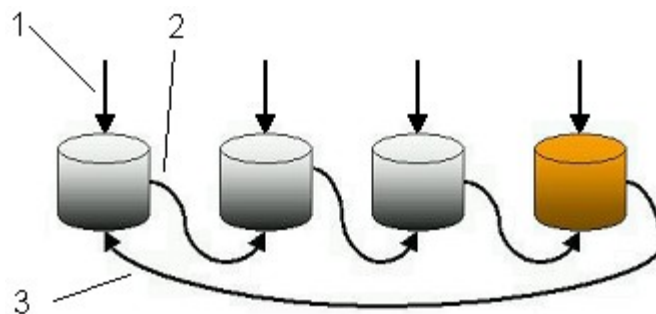

Рисунок 1. Циклический архив без резервного сохранения
При циклической архивации без резервного сохранения данных (см. рисунок 1) значения параметров постоянно записываются в сегмент (1). При достижении заданного размера сегмента или по истечении заданного периода времени (смотря что наступит раньше), система переходит к следующему сегменту (2). Когда все сегменты заполнены, начинается перезапись данных в первом сегменте (3). Разбиение архива на сегменты положительно сказывается на производительности системы архивации. Если весь архив хранится в одном большом файле базы данных (как, например, в WinCC предыдущих версий), то для организации циклического архива необходимо периодически осуществлять удаление устаревших данных; при этом необходимо сначала осуществить поиск устаревших данных по метке времени, что является довольно ресурсоемкой операцией даже при наличии индекса. В случае же, когда архив разбит на сегменты, для удаления устаревших данных достаточно перезаписать файл самого раннего сегмента.